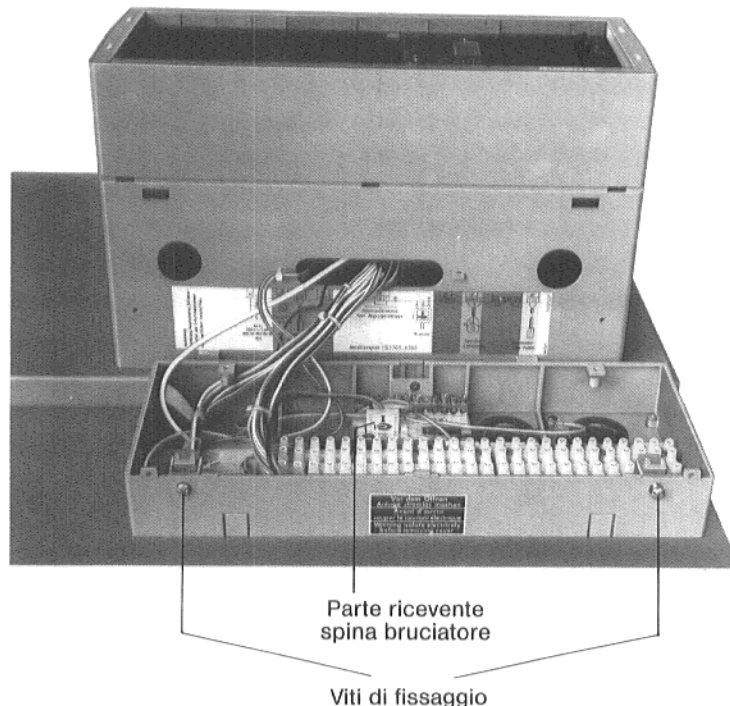

Fig. 11: Quadro comando e basetta, in versione non Ecomatic
13. Stabilire il collegamento fra il quadro comando e la basetta inserendo gli spinotti nella morsettiera secondo le marcature e stringere a fondo le viti d'arresto (Fig. 11).
18. Porre il quadro comando sulla basetta, spingere le alette posteriori negli alloggiamenti ed avvitare entrambe le viti di fissaggio (Fig. 11).